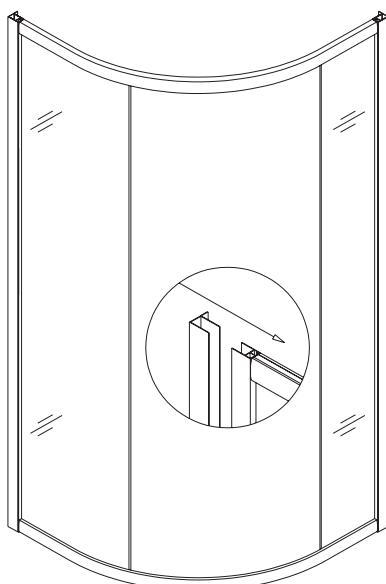

рис. 4
5. Закрепите Настенный профиль **(01)** по всей длине Стекланного профиля **(02)**. Удостоверьтесь, что паз совпадает с просверленным отверстием внутри душевой **(рис. 4)**.